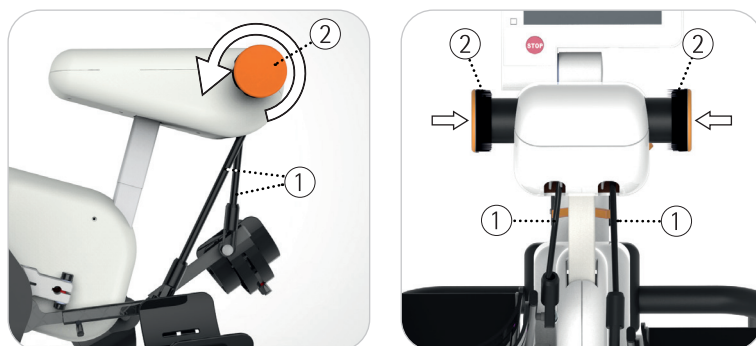

Fig. 6.4, 6.5
veja Fig. 6.4, 6.5 Para aumentar a força de elevação, enrole o expansor ① girando as pegas ② para não estender demais as articulações do joelho. Se você pressionar as pegas ②, poderá reduzir a tensão do expansor novamente.
veja Fig. 6.4 Enrole os expansores apenas no sentido de rotação indicado, caso contrário eles podem ser danificados.